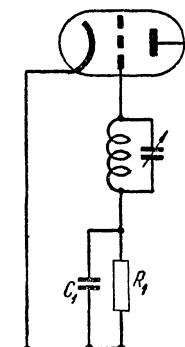

Рис. 62. Схема сеточного детектирования с последовательным сопротивлением.
**Н.** — Я спрашиваю себя, нельзя ли продолжить упрощение и совместить, например, функции анода диода и сетки триода. Тогда напряжение высокой частоты, приложенное между сеткой и катодом (рис. 62), будет выпрямлено по обычной схеме диодного детектирования. Сетка триода в данном случае будет служить анодом диода, а напряжение низкой частоты, которое будет развиваться на сопротивлении  $R_1$  и накопительном конденсаторе  $C_1$ , окажется приложенным между сеткой и катодом триода, и лампа будет работать как усилитель низкой частоты...